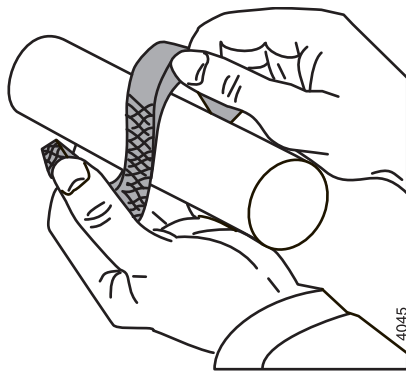

Рисунок 21. Сгибание набивочных колец, раскрываемых в осевом направлении
- Согните новые набивочные кольца, раскрывая их в осевом направлении. См. рисунок 21.